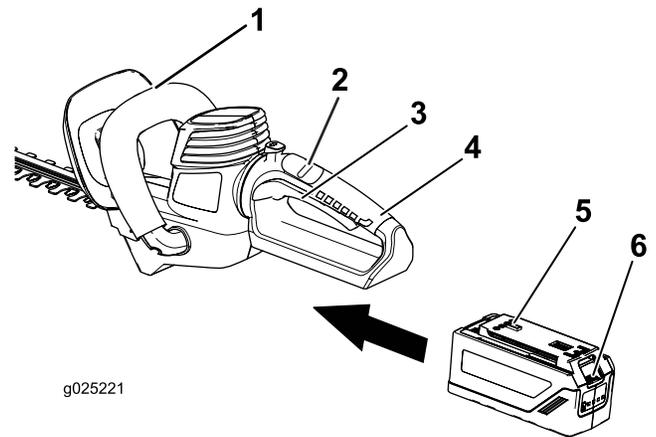

Figure 3
2. Alignez la languette de la batterie sur le creux dans le corps de la poignée (Figure 3).
3. Saisissez la poignée d'actionnement (Figure 3).
5. Placez une main sur la poignée d'actionnement. Placez l'autre main sur la poignée auxiliaire (Figure 3).
6. Poussez le commutateur de verrouillage en arrière, vers vous, et serrez la poignée d'actionnement pour mettre le taille-haie en marche (Figure 3).
1. Relâchez la poignée d'actionnement (Figure 3).